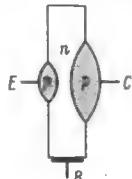

Bild 3. Legierungstypen
3. An die Gruppe der Legierungstransistoren (alloy transistor; Bild 3), beginnend mit dem Randschicht-Transistor (surface barrier transistor), der 1954 beim pnip-Typ (intrinsic barrier transistor) kollektorseitig eine eigenleitende (intrinsic-)Schicht zur Erzeugung eines Driftfeldes (höhere Grenzfrequenz) und zur Verbesserung der Spannungsfestigkeit erhielt. Gewissermaßen eine kleinere Ausgabe bildete der MAT (Micro Alloy Transistor), dessen i-Schichtvariante – der MADT (Micro Alloy Diffused Transistor) – zur Gruppe der Legierungs-Diffusionstypen überleitete.